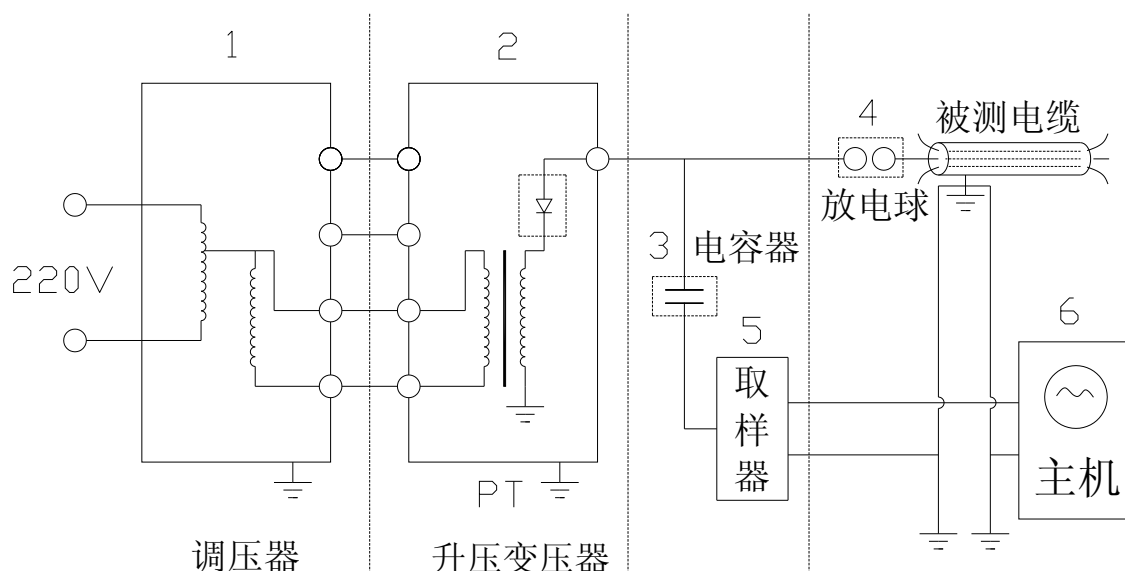

图 3.1 设备接线示意图
1、电缆故障测试设备接线示意图,如图 3.1 所示(电压取样)